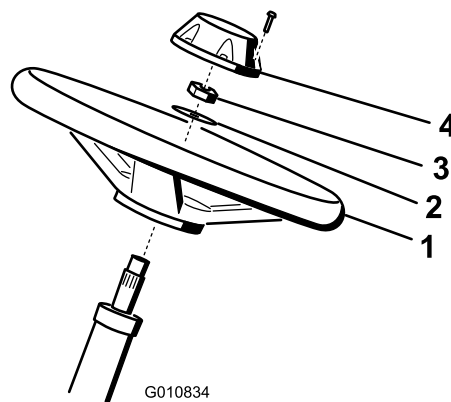

Рисунок 3
1. Наденьте рулевое колесо на рулевой вал (Рисунок 3).
2. Наденьте шайбу на рулевой вал (Рисунок 3).
- Закрепите рулевое колесо на валу контргайкой и затяните ее с моментом 27-35 Нм Рисунок 3
- Установите крышку рулевого колеса и закрепите ее винтом (Рисунок 3).